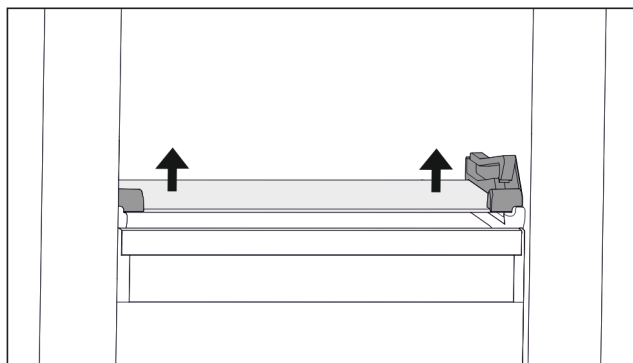

Fig. 72 Glassplate på nedvippbar skuff
- ▶ Trykk opp glassplaten nedenfra på begge sider. (se Fig. 72)